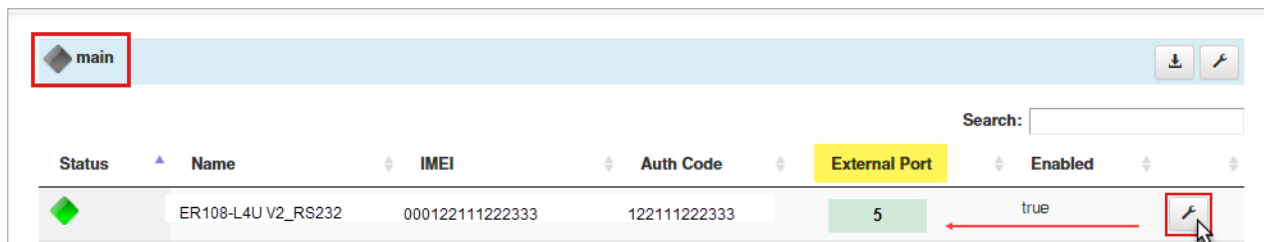

Рис. 15. Настройка COM-портов на сервере M2M24 Cloud.
1. В случае, если ваша программа не умеет работать с TCP и работает только через COM-порт, на сервере M2M24 в разделе **main** измените номер внешнего порта на любой незанятый номер COM-порта в Windows, нажав на кнопку с «гаечным ключом» (Рис. 15). Например, 50001 на 5.